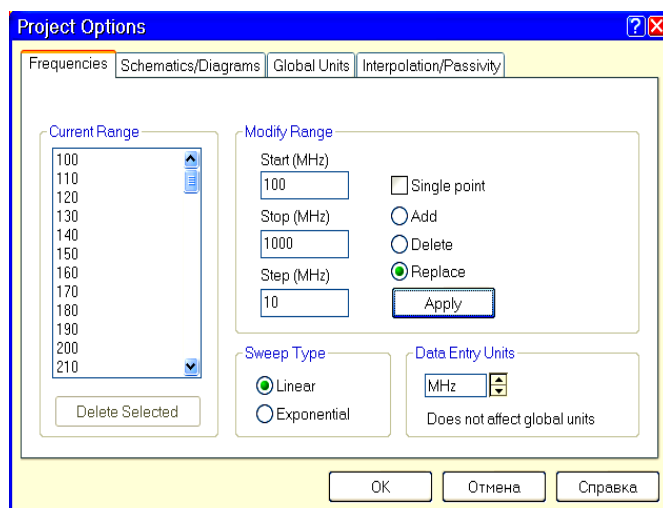

Рис. 3.11
5. Отметьте **Replace** (Заменить). Наберите **100** в поле **Start** (Начальная частота), **1000** в поле **Stop** (Конечная частота) и **10** поле **Step** (Шаг). Нажмите **Apply** (Применить). В области **Current Range** (Текущий диапазон) отображается частотный диапазон с заданным шагом по частоте (рис. 3.11). Нажмите **OK**.